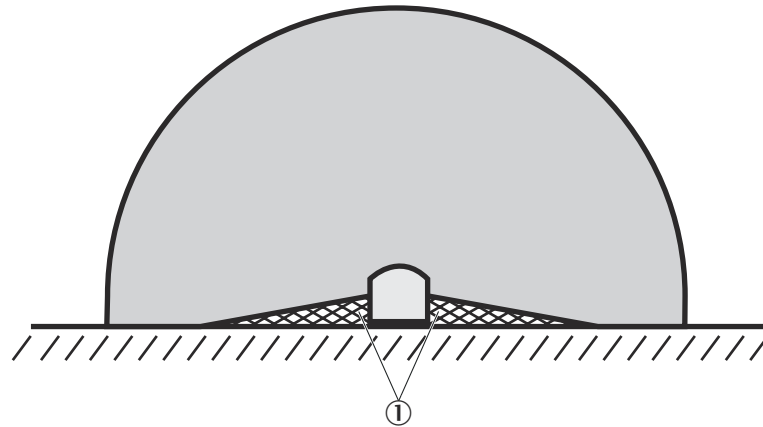

Abbildung 28: Beispiel einer Montage mit Abweisblechen
- ▶ Den Unterschnitt ① mindestens so tief konstruieren, dass er den durch den Sicherheits-Laserscanner ungesicherten Bereich vollständig abdeckt (siehe Abbildung 28) und dass ein Hintertreten des Schutzfelds zum Gefahrenbereich unmöglich wird.
- ▶ Ein Unterkriechen des Unterschnitts verhindern, indem die Höhe des Unterschnitts ② soweit begrenzt wird, dass niemand darunter kriechen kann.